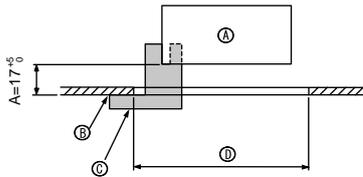
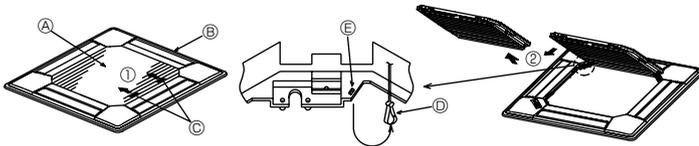
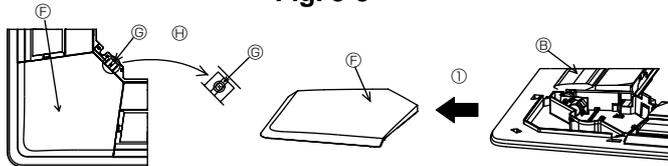

Fig. 5-2
Fig. 5-3
Fig. 5-4
①	Griglia	1	950 x 950 (mm)
②	Vite con rondella di frenata	4	M5 x 0,8 x 25
③	Calibro	1	(Diviso in quattro parti)
④	Dispositivo di attacco	3
⑤	Vite	4	4 x 8
⑥	Vite	1	4 x 12
⑦	Pannello angolare i-see sensor	1	per PLP-6BAE
5.2. Preparazione dell'attacco della griglia (Fig. 5-2)
- Utilizzando il calibro ③ fornito con il kit di montaggio, regolare e controllare la posizione dell'unità rispetto al soffitto. Qualora la posizione dell'unità rispetto al soffitto non sia corretta, è possibile registrare perdite della portata d'aria o la formazione di condensa.
- Ⓒ Calibro ③ (inserito nell'unità)
5.2.1. Rimozione della griglia di ingresso (Fig. 5-3)
- Far scorrere le leve nella direzione indicata dalla freccia ① per aprire la griglia di ingresso stessa.
- Con la griglia di ingresso in posizione "aperta", rimuovere la cerniera della griglia stessa, come indicato dalla freccia ②.
5.2.2. Rimozione del pannello angolare (Fig. 5-4)
- Rimuovere la vite dall'angolo del pannello angolare. Far scorrere il pannello angolare, secondo quanto indicato dalla freccia ① per rimuovere il pannello stesso.
- [Fig.5-3, 5-4]